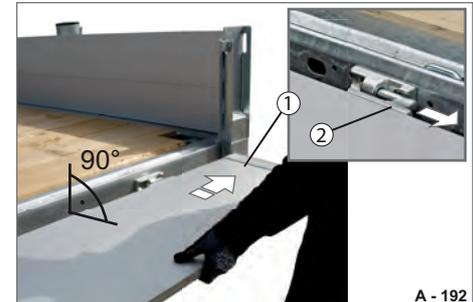

Abb. 133 Bordwand entfernen
- ▶ Bordwand (Abb. 133/1) auf 90° herunter klappen - fluchtend mit der Ladefläche.
- ▶ Bordwand vorsichtig zur Seite schieben, aus den Bordwand-Scharnieren (Abb. 133/2) heraus.